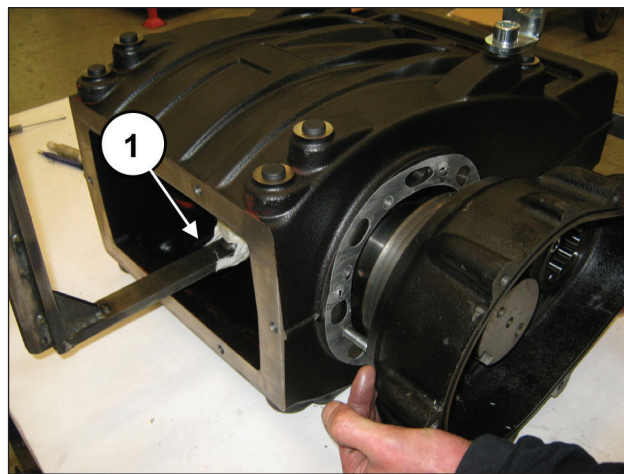

图 25
一边支撑着轴, 一边拆除齿轮箱, 以免损坏 (①, 图 25)。